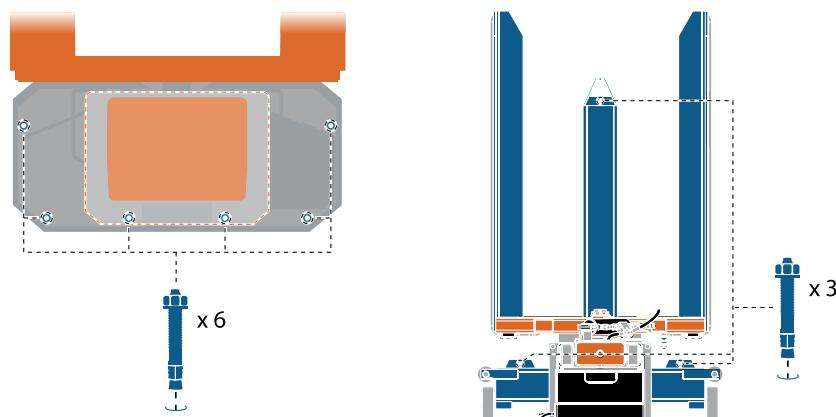

Figura 18 Ancorare l'elevatore per pallet nella base con 3 o 6 bulloni a espansione a seconda del modello.
3. Ancorare l'elevatore per pallet nella base con 3 o 6 bulloni a espansione a seconda del modello, vedere la figura 18. I bulloni devono sostenere almeno 13 KN ciascuno. Visitare www.edmolift.com/installation per ulteriori informazioni.